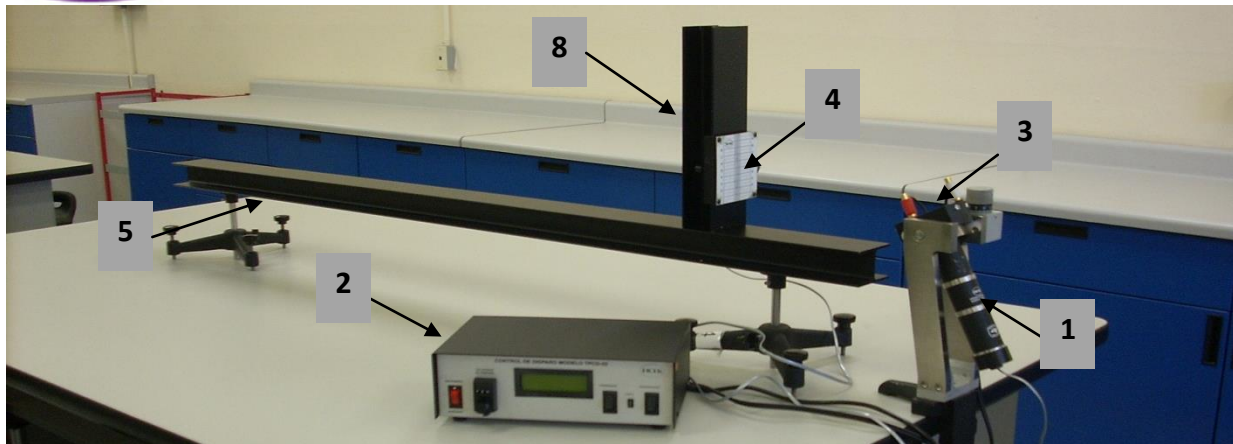

Figura 2. Instalación del equipo
1. Nivele el equipo e Instale el equipo como se indica en la figura 2.